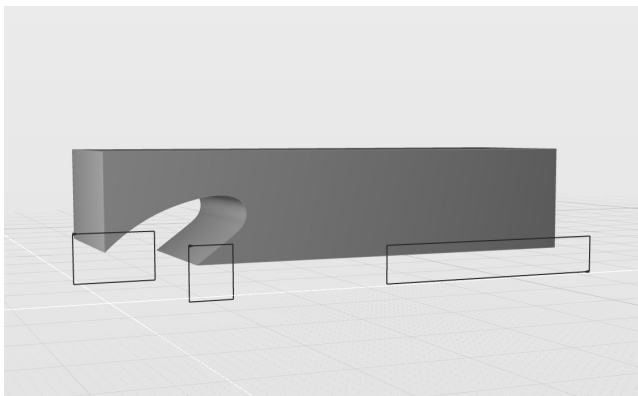

图 9-5 打开练习文件
1) 打开 solidThinking Evolve 软件,并在素材文件夹中打开文件“练习(9.2)_01”,该文件为一个开瓶器设计原型,如图 9-5 所示。